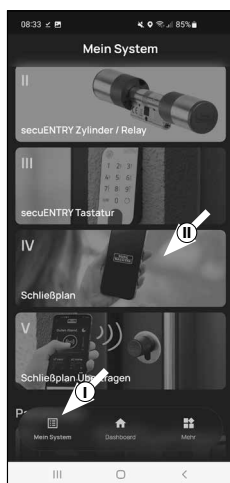

Abb. 1
- 1 Öffnen Sie das Menü „Mein System“ (I) (Abb. 1)
- 2 Tippen Sie auf den vierten Menüpunkt „IV - Schließplan“ (II) (Abb. 1).